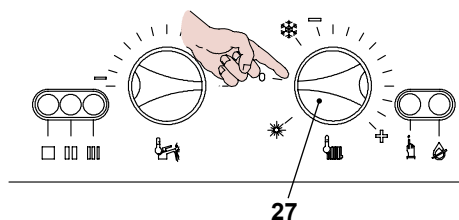

Figura 9.21
- Per uscire dalla funzione SPAZZACAMINO della caldaia posizionare il selettore 27 del pannello comandi come indicato in Figura 9.21